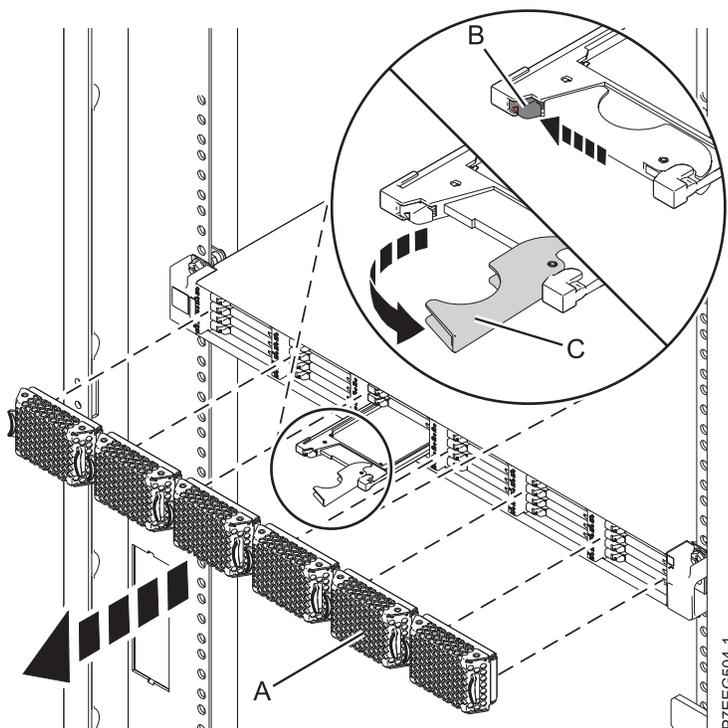

Figura 21. Extracción de la unidad de estado sólido de Alojamiento de almacenamiento 5888 PCIe
4. Retire la placa frontal (A) que cubre la ranura que contiene la unidad de estado sólido.
5. Cuando el LED de identificación de la unidad de estado sólido se encienda de manera fija, deslice suavemente el pestillo de liberación (B) por encima para desbloquear el asa de la unidad. Consulte Figura 21.
6. Agarre el asa (C) y saque parcialmente la unidad de la ranura.